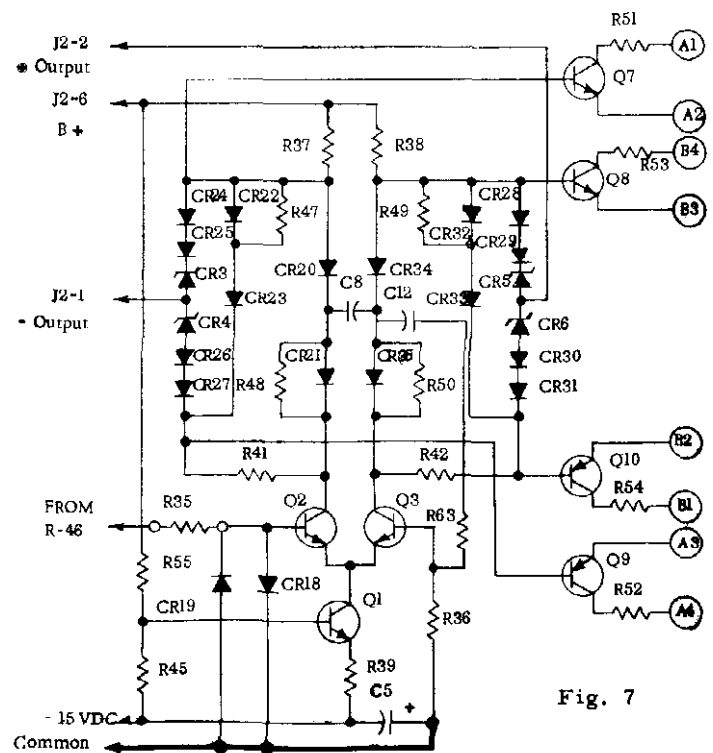

Fig. 7
**DIFFERENTIAL AMPLIFIER Fig. 7**
**PRE-DRIVER TRANSISTORS Fig. 7**